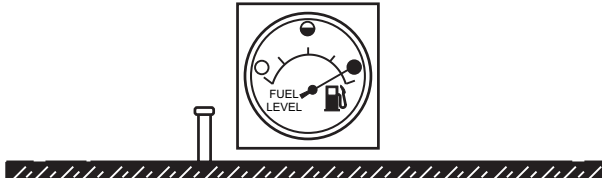

Figure 33. Réservoir de Carburant Plein
3. **Ne Faites JAMAIS le Trop-Plein du Réservoir de Carburant** - Il est important de lire les indications de la jauge de carburant lors du chargement du réservoir de carburant de la remorque. **NE** laissez **PAS** le carburant atteindre le col de remplissage (Figure 33).